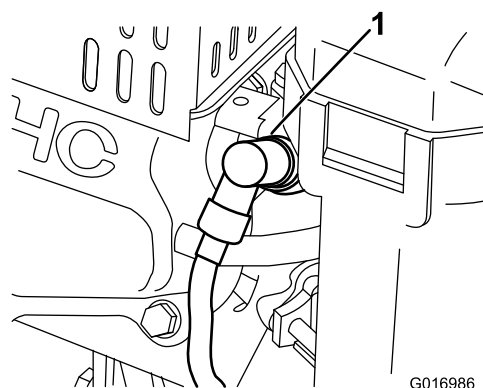

Figure 33
- Débranchez le fil moulé de la bougie (Figure 33).